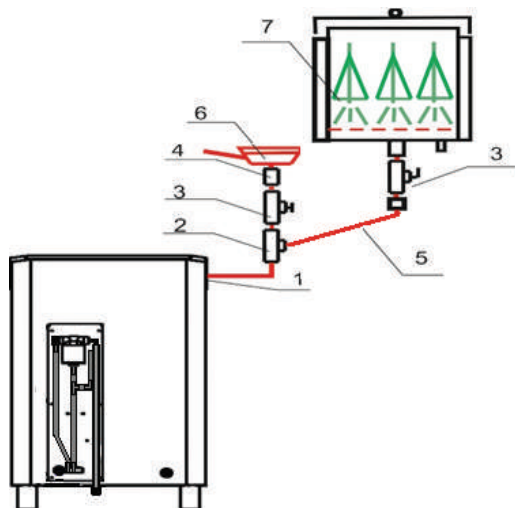

Abb. 8
2.1.2.8 Als Option kann ein Phyto-Dämpfer und (oder) Besen-Dämpfer laut dem Schaltbild Abb. 8 zum elektrischen Ofen angeschlossen werden. Zum Dampfentnahmestutzen (Pos. 1, Abb. 8) über den Hahn (Pos. 3, Abb. 8) wird Phyto-Dämpfer (Pos. 6, Abb. 8) oder Besen-Dämpfer (Pos. 7, Abb. 8) mit dem gewellten Stahlrohr (Pos. 5, Abb. 8) angeschlossen. Bei der gleichzeitigen Anwendung des Phyto- und Besen-Dämpfers wird T-Stück (Pos. 2, Abb. 8) verwendet.